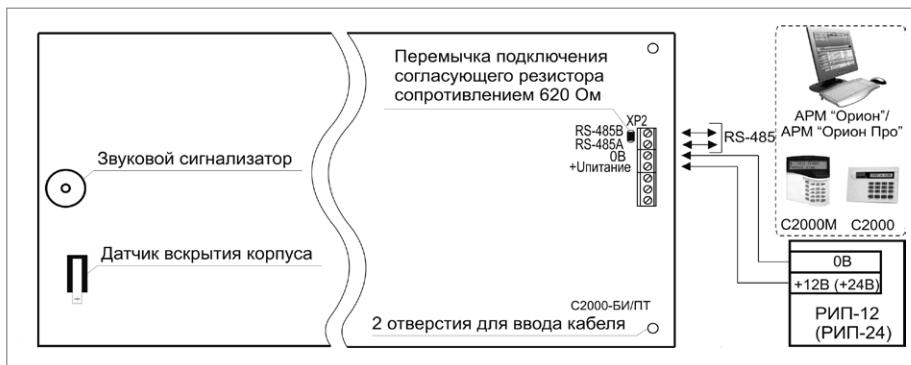

Рисунок 1. Схема внешних соединений блока «C2000-БИ SMD»
2. Подключение соединительных линий выполняйте в соответствии с проектной документацией и схемой на рис.1.